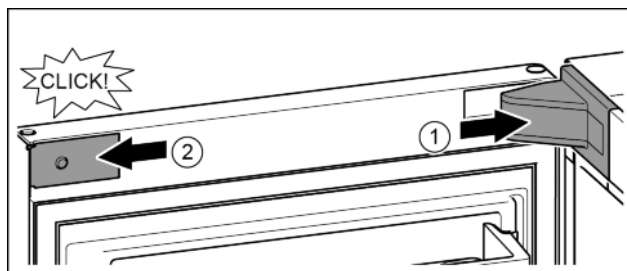

Fig. 25
- Așezați capacul suportului de lagăr și fixați în poziție, după caz, despărțiți cu precauție prin apăsare. *Fig. 25 (1)*
- Aplicați și fixați în poziție masca. *Fig. 25 (2)*